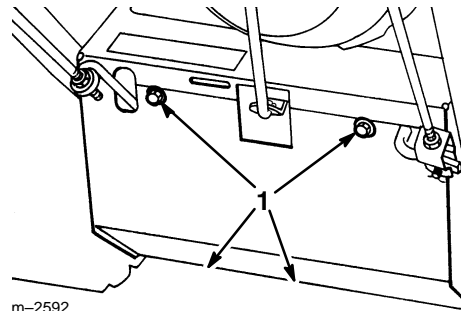

Abbildung 20
4. Die vier Schrauben entfernen, mit denen die untere Abdeckung befestigt ist, und die Abdeckung abnehmen (Abb. 20).
6. Die vier Schrauben entfernen, mit denen die untere Abdeckung am Rahmen befestigt ist, und die Abdeckung abnehmen (Abb. 20).